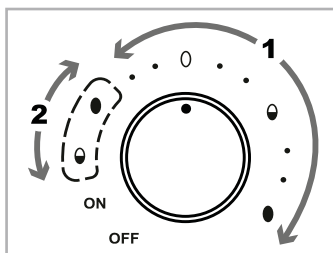

Fig. 1
- 1) Réglez le bouton rotatif **7** sur la position correspondant au degré de dureté souhaité des œufs. Utilisez la zone de réglage « 1 » (voir fig. 1) avec les symboles et les points correspondants devant :
Avec l'appareil, vous pouvez cuire des œufs avec deux degrés de dureté différents. Le premier degré de dureté atteint est toujours le moindre des deux. Pour obtenir des résultats fiables, tous les œufs utilisés doivent être dans la mesure du possible de taille identique et présenter la même température initiale. Pour la première cuisson, la plage de réglage «1» avec les symboles et les points correspondants devant s'applique. Pour la deuxième cuisson, la plage de réglage «2» avec les symboles encadrés s'applique (voir fig. 1).
- 2) Tournez le bouton rotatif ⑦ sur la position correspondant au degré de dureté le plus bas des œufs (la zone de réglage «1» s'applique, voir fig. 1). Le voyant de contrôle ⑧ s'allume et la cuisson débute.
- 3) Dès que les œufs ont atteint le premier degré de dureté, un signal sonore retentit. Pour éteindre l'appareil, tournez le bouton rotatif ⑦ sur la position «OFF». Le voyant de contrôle ⑧ s'éteint.
- 4) Ôtez ensuite le couvercle ② et retirez avec précaution le nombre d'œufs souhaité, qui doivent être cuits avec un moindre degré de dureté.
- 5) Refermez le couvercle ② et tournez le bouton rotatif ⑦ jusque sur la position des symboles encadrés (plage de réglage «2», voir fig. 1), correspondant au degré de dureté souhaité des œufs restant dans l'appareil :